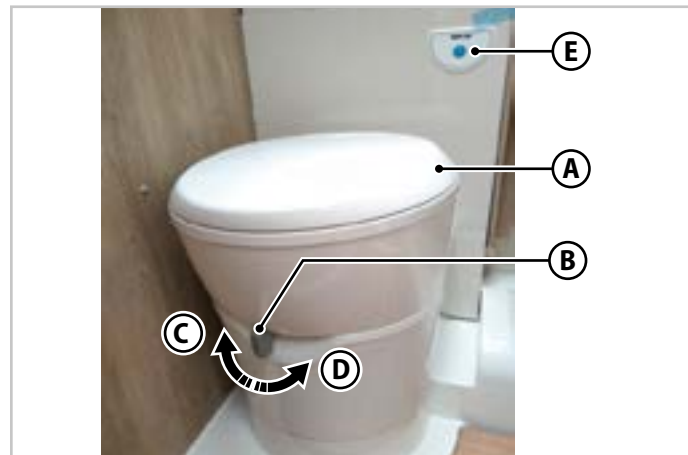

Fig.6.37 - WC-spyling
Den øvre delen av WC (**A** - Fig.6.37) kan dreies til høyre eller venstre for optimal plassutnyttelse.
1. Flytt spaken (**B** - Fig.6.37) til posisjon (**C** - Fig.6.37) for å åpne dreneringsluken.
2. Hold skyllingsknappen (**E** - Fig.6.37) inne så lenge som nødvendig.
3. Lukk dreneringsluken ved å flytte spaken til posisjon (**D** - Fig.6.37).
1. Kontroller at døren for spyling av WC er lukket: spaken (**B** - Fig.6.37) må stå i posisjon (**D** - Fig.6.37).